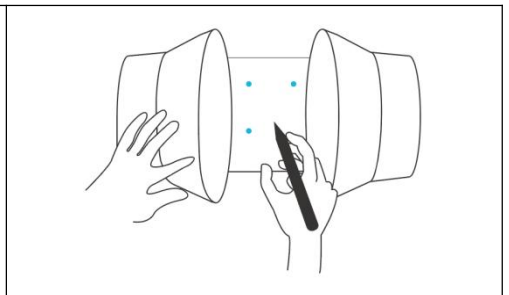

Abb. 3 .
3. Verwenden Sie die Flanschhalterung, um die gewünschte Lüfterposition einzustellen. Markieren Sie die vier Befestigungslöcher. Siehe Abb. 3.